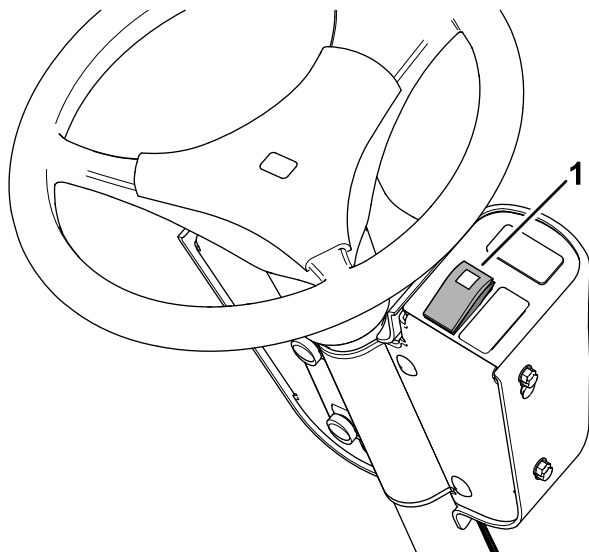

Figure 65
- Appuyez sur le haut de l'interrupteur (Figure 65) pour allumer les feux de détresse.